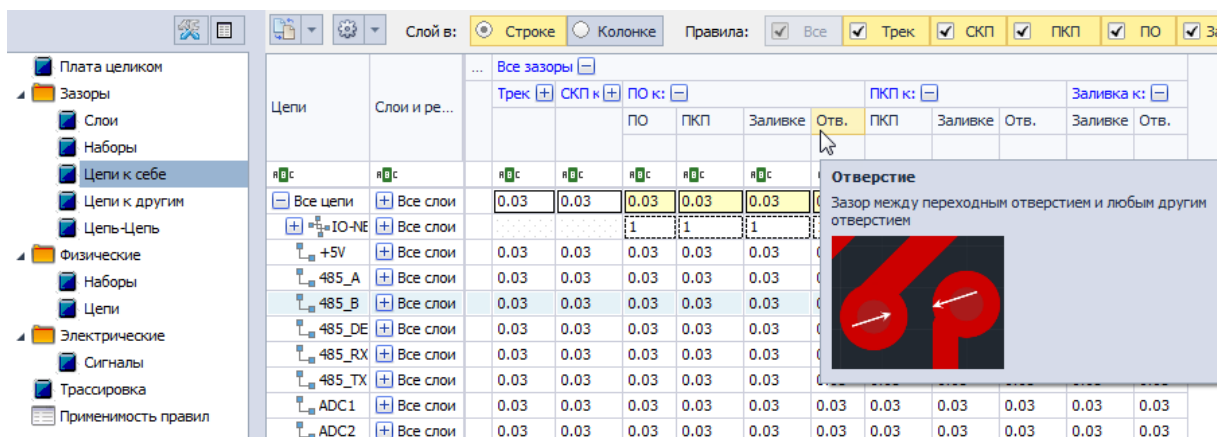

Рис. 19 Зазор между переходным отверстием и отверстием
- Зазор между ПО и отверстием обозначается как «ПО к Отв.», см. Рис. 19.